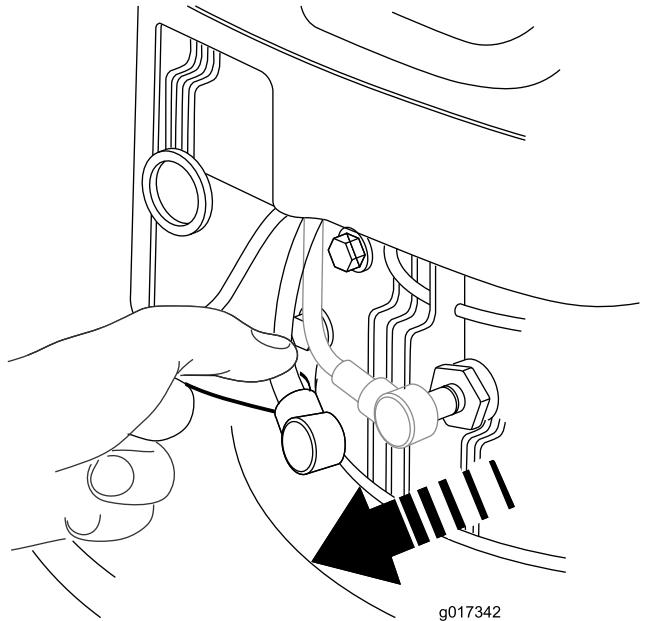

Figura 19
- Desligue o fio da vela da ignição da vela da ignição (Figura 19) antes de executar qualquer procedimento de manutenção.